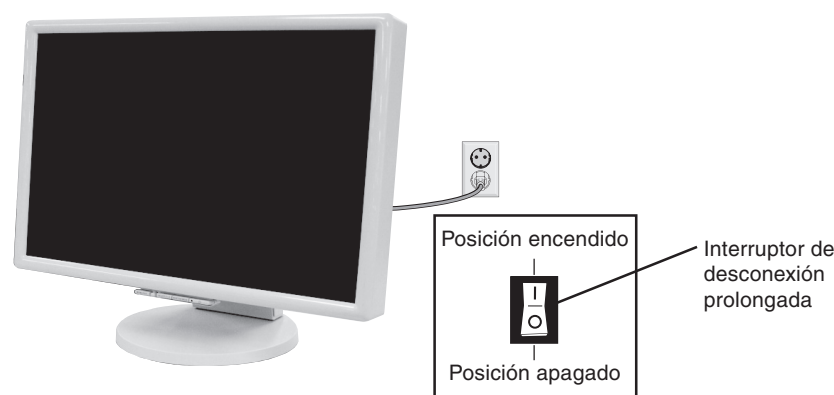

Figura D.1
12. Conecte el cable de alimentación a la toma de corriente (figura D.1).
13. El interruptor de desconexión prolongada que hay en la parte trasera del monitor debe estar encendido (figura D.1). Encienda el monitor con el botón de encendido frontal y ponga en marcha el ordenador.